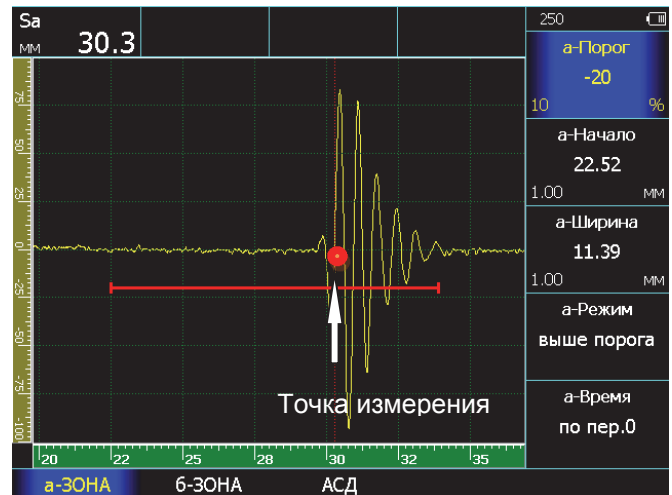

Рис.3-5 Измерение времени прихода сигнала 'по переходу через нуль'
- время пересечения первым сигналом, превышающим порог зоны контроля «нулевой линии» координат, называемое измерение по переходу через нуль (режим - «по пер.0», рис.3.5).